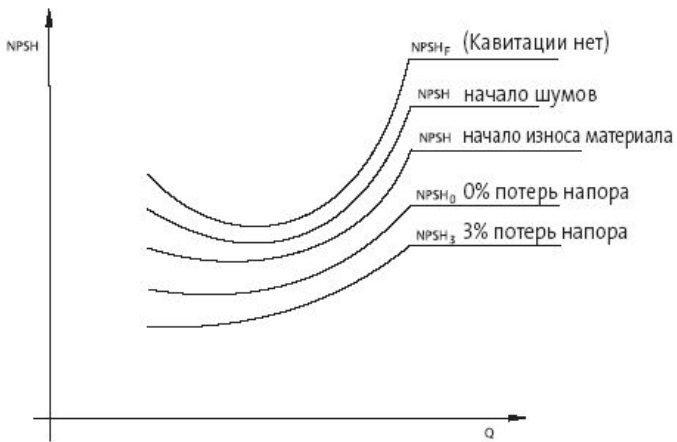

Рис. 12 Различные эпюры параметра NPSH
- Запас надежности по параметру NPSH должен быть достаточным для всех возможных ситуаций, при которых реальные условия эксплуатации насоса могут отличаться от теоретически обоснованных. Предполагаемые потери во всасывающей патрубке могут быть определены не точно, и фактические эксплуатационные параметры насоса могут отличаться от теоретических вследствие разброса параметра Q/H и не точно подсчитанной величины сопротивления в трубе. Опасная кавитация может возникнуть раньше, чем ожидалось, или при больших по сравнению с $NPSH_3$ значениях параметра NPSH (см. Рис.12). Используемые при проектировании входных кромок лопастей рабочего колеса технологические варианты могут повлиять на характер проявления кавитации. Форма всасывающей трубы может также оказать влияние на величину требуемого параметра NPSH.